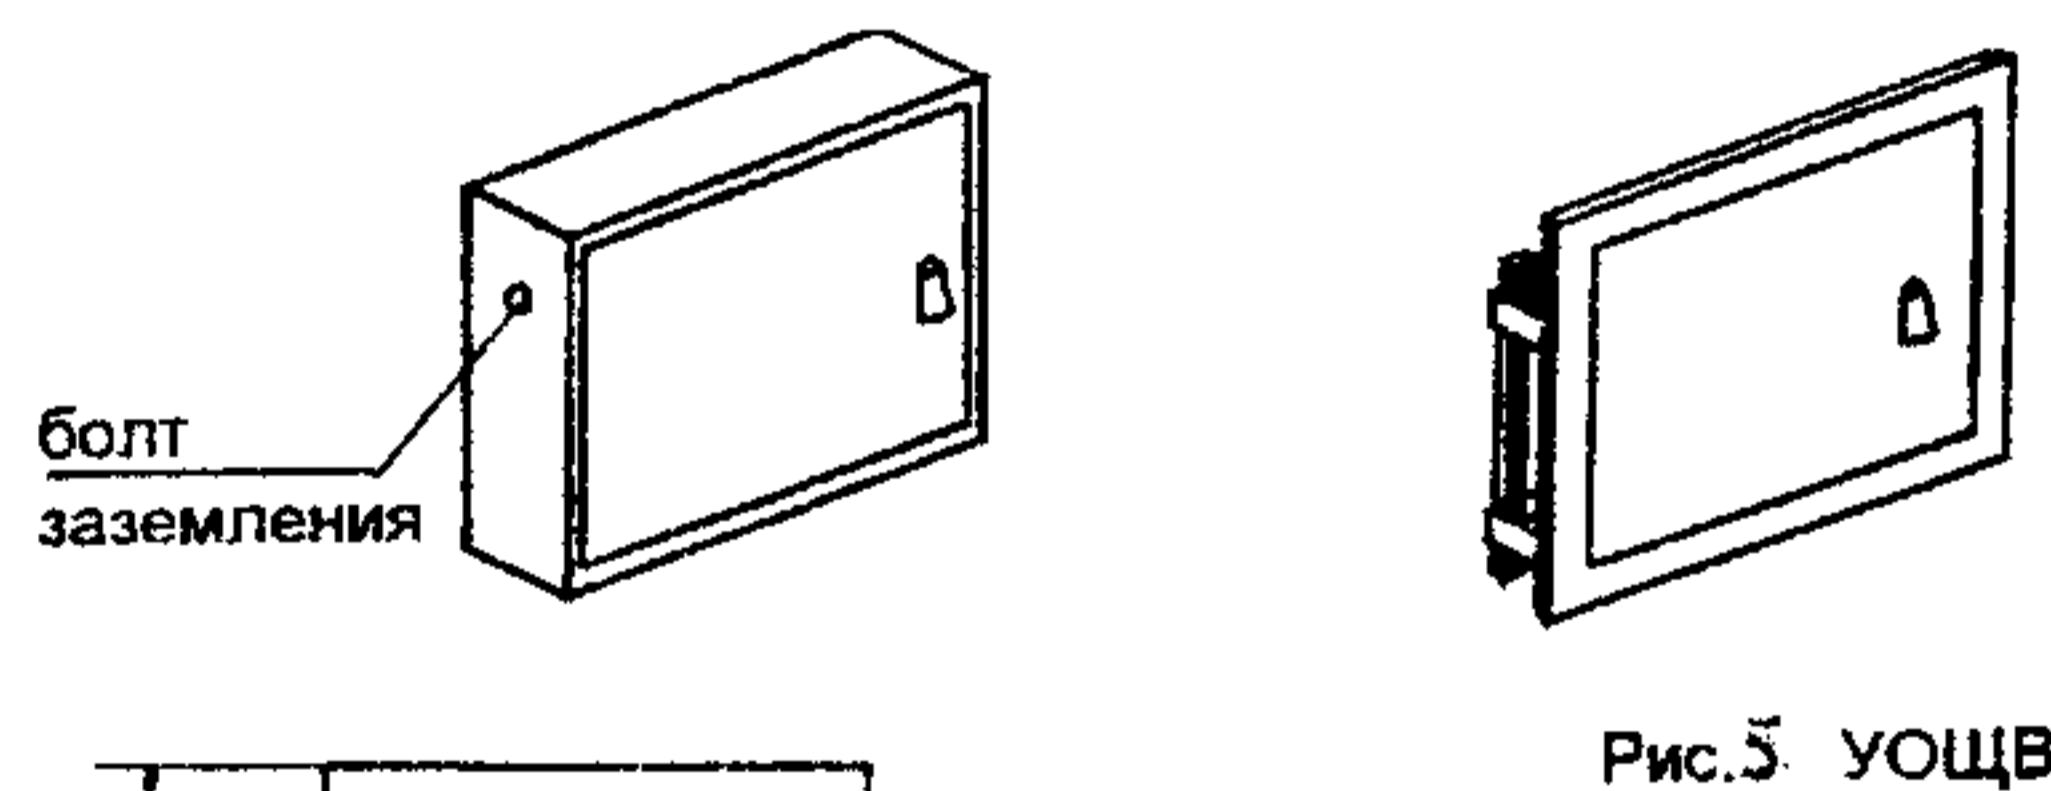

Рис. 5 УОЩВ
3. Щитки ОЩ и ОЩВ, УОЩВ предназначены для приема и распределения электрической энергии и защиты от перегрузок и токов короткого замыкания групповых линий в сетях с глухозаземленной нейтралью при напряжении 380/220 В. Номинальный ток расцепителя, одинаковый для всех автоматических выключателей одного щитка, - 16, 20 или 25 А (указывается в заказе). Ввод и вывод осуществляется через верхнюю и нижнюю съемные крышки (рис.5,6)